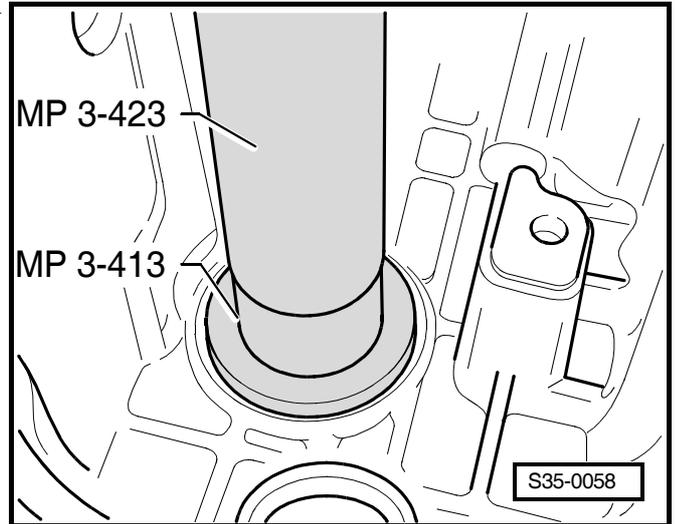

Fig. 13: Synchronisation du 5e rapport
- Position de montage ⇒ Fig. 13 au **35-1** page 7
⇒ Fig. 13 au **35-1** page 7.
- Installer les pièces de verrouillage (position de montage: ⇒ Fig. 13 au **35-1** page 7).
- Installer les pièces de verrouillage (position de montage ⇒ Fig. 13 au **35-1** page 7).